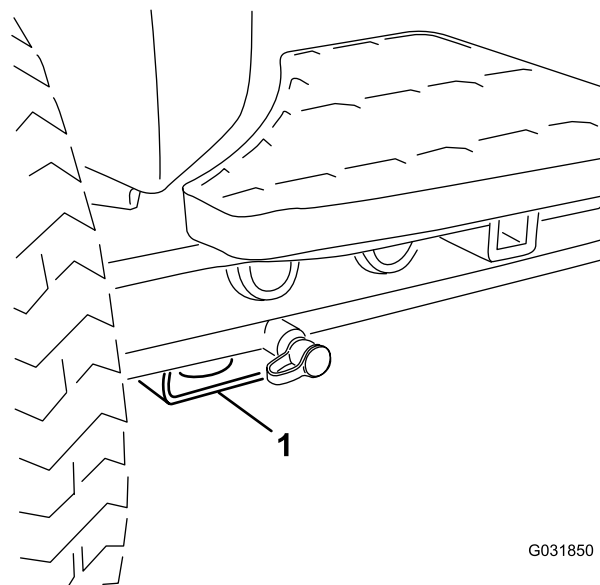

Figure 71
- Avant – patin rectangulaire sous le tube d'essieu, à l'intérieur de chaque roue avant (Figure 71).